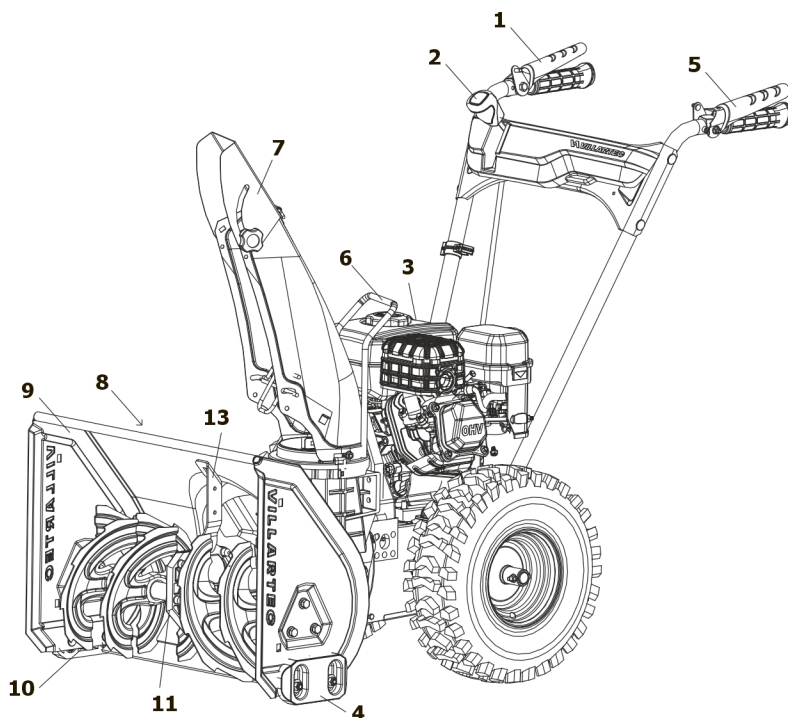

рис. 1
2.1 Общий вид снегоуборочной машины WB C-75 представлен на рис.1